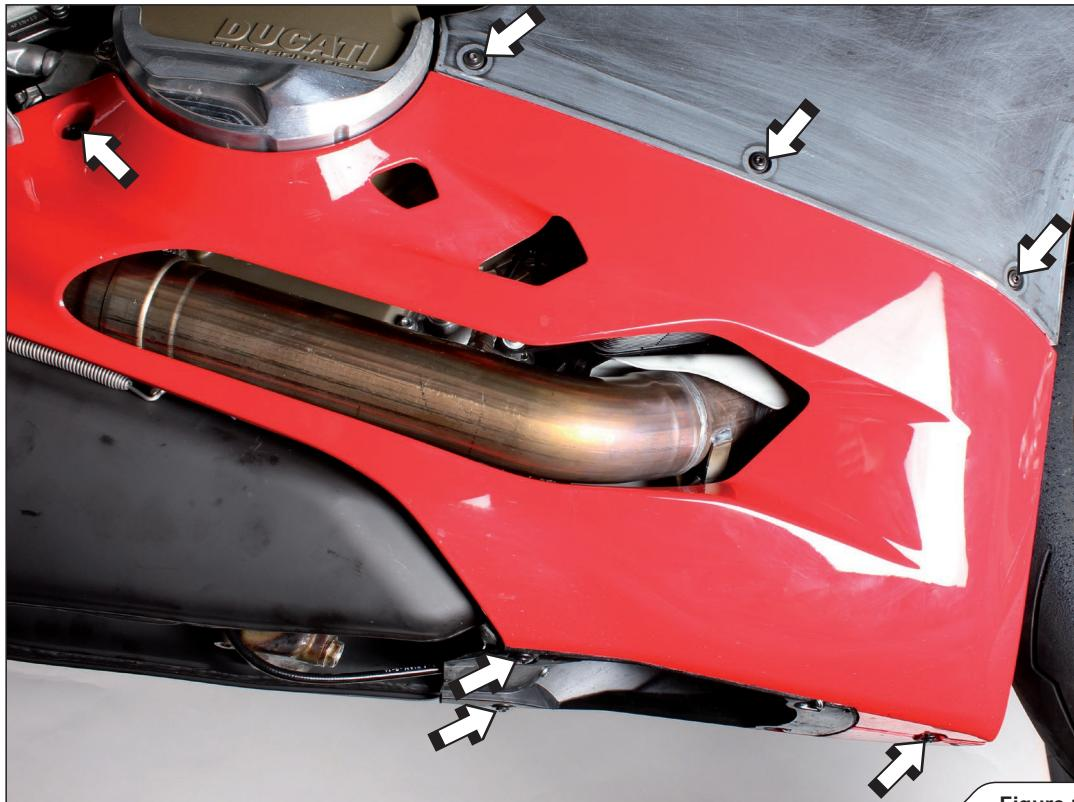

Figure 1
2. Desserrer les boulons indiqués sur les deux côtés et déposer la partie inférieure du cache de la moto (Figures 1, 2).
2. An beiden Seiten die angegebenen Schrauben lösen und den unteren Teil der Motorradverkleidung (Figure 1, 2) abnehmen.